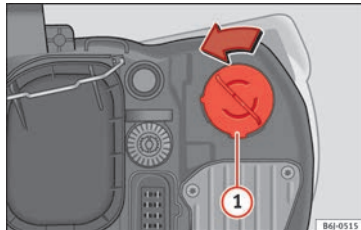

Bild 98 Blinkerslampa
- Vrid lamphållaren » **bild 98** ① till vänster och dra.